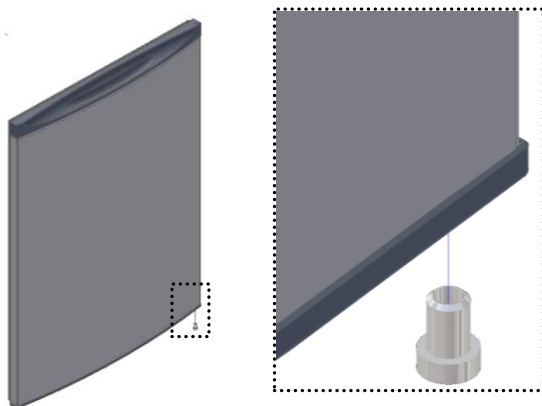

Fig. 7
- Collocare **il cuscinetto** nella parte inferiore della porta (fig. 7);